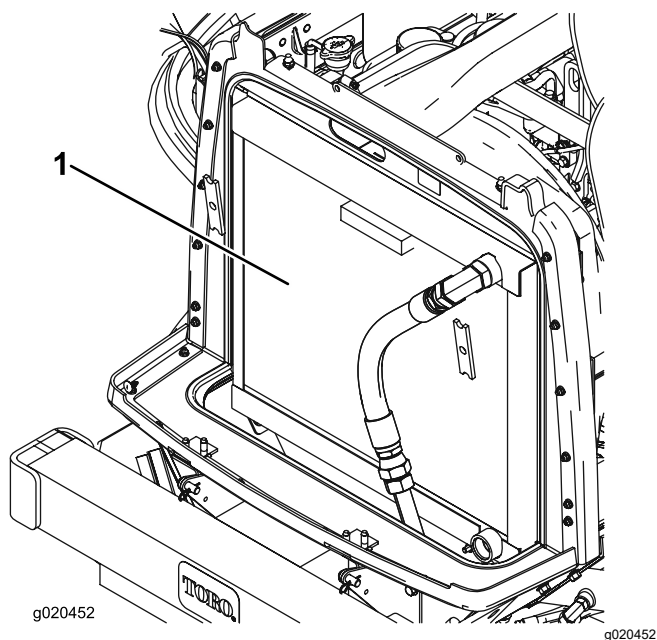

Рисунок 112
3. Тщательно очистите сжатым воздухом область с обеих сторон радиатора и маслоохладителя (Рисунок 112).